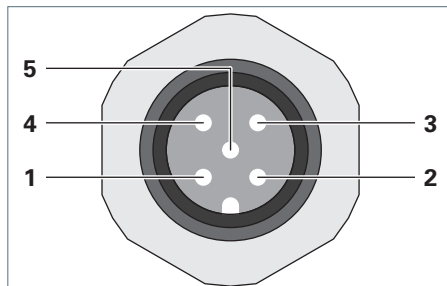

Fig. 5: Affectation des connecteurs.
- ▶ Appliquez une tension de 24 V DC au pôle no. **2**, voir Fig. 5.